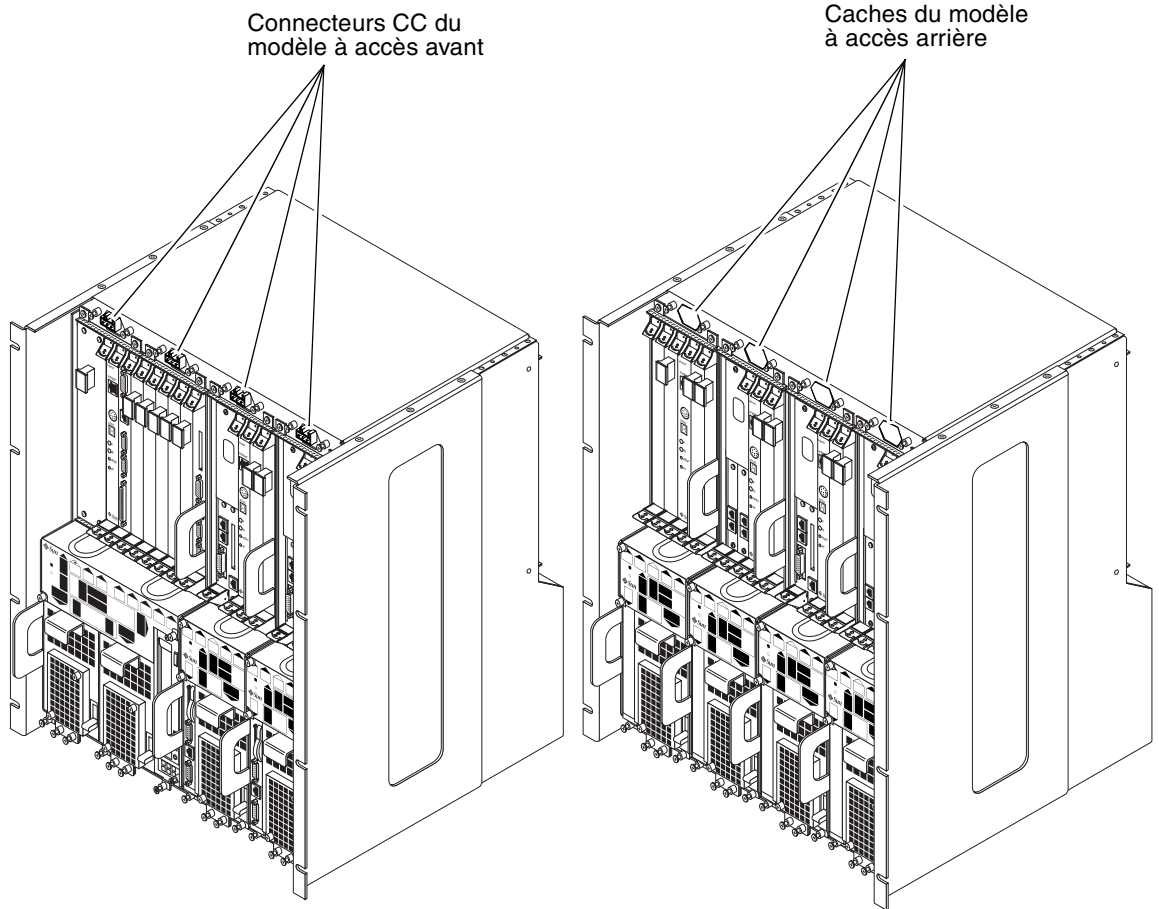

FIGURE 2-1 Modèles à accès avant et arrière
- Si vous voyez des connecteurs CC sur la face avant du châssis, votre modèle est à accès *avant* (FIGURE 2-1).
- Si vous ne voyez pas de connecteurs CC sur la face avant du châssis et que des caches métalliques recouvrent les logements dans lesquels ils devraient résider, vous disposez d'un modèle à accès *arrière* (FIGURE 2-1). Les connecteurs CC sont situés à l'arrière du châssis sur un modèle à accès arrière.